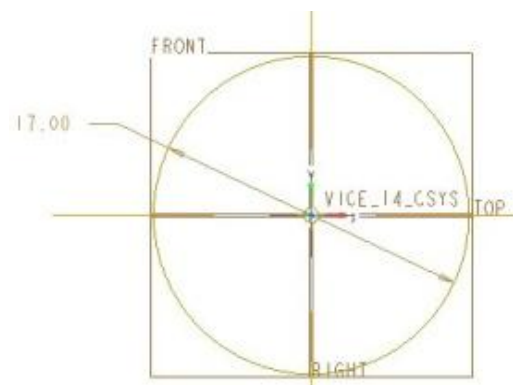

図 7-76 円と直径の定義
- 「円描画ツール」を使ってデータム平面の中央を中心とする円を描く (図 7-76 参照)。